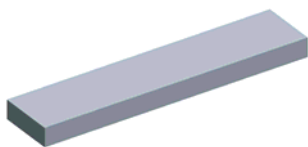
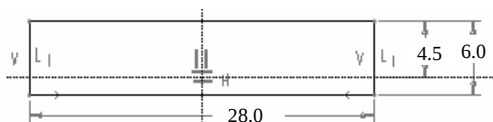

图 11.6.3 拉伸特征 1
图 11.6.4 截面草图
Step2. 创建图 11.6.3 所示的拉伸特征 1。在操控板中单击“拉伸”按钮 。选取 FRONT 基准平面为草绘平面，RIGHT 基准平面为参考平面，方向为右；单击  按钮，绘制图 11.6.4 所示的截面草图；在操控板中定义拉伸类型为 ，输入深度值 1，单击  按钮，完成拉伸特征 1 的创作。